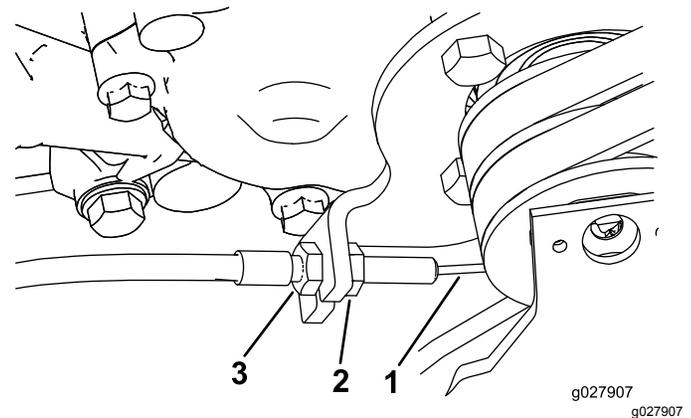

図 49
3. 走行ケーブルの前ジャムナットをゆるめ、後ジャムナット 図 49を締めてケーブルの張りを出し、8-9 N・m 2.7-3.2 kg=6-7 lbの力で走行コントロールがつかないようにする